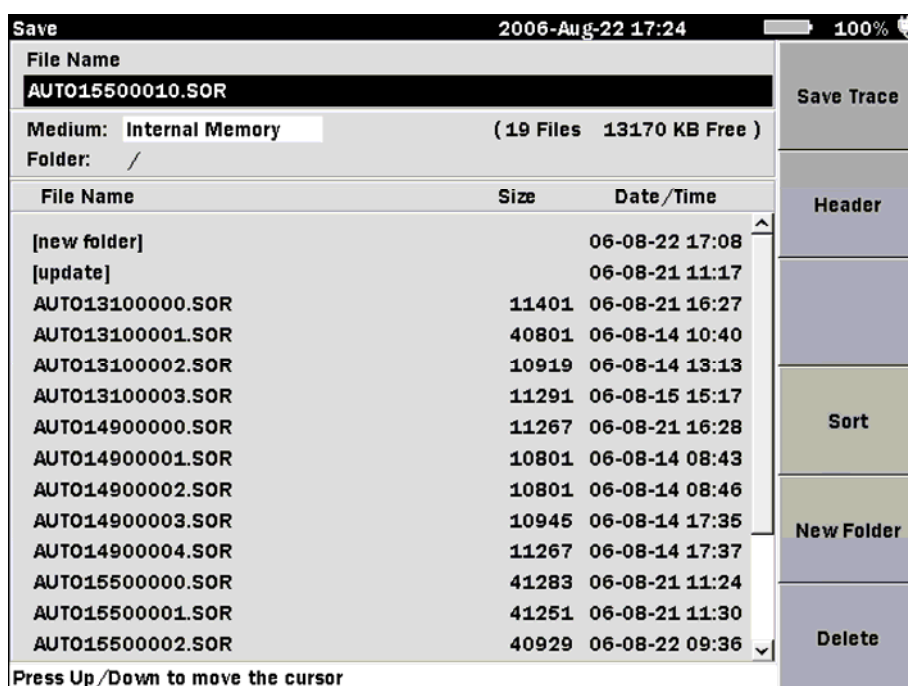

图4-21: 保存画面
2. 执行OTDR测量，轨迹数据收集结束后自动出现保存画面（图4-21），设置光
1. 测试结束后, 按“保存”键弹出保存画面(图4-21), 设置光标在文件名域